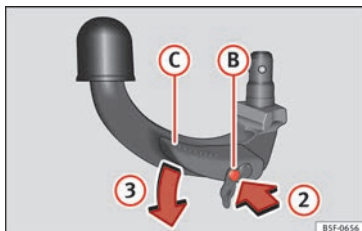

Fig. 234 Étape 2 :
- Appuyez sur la broche de déverrouillage (B) dans le sens de la flèche (2) et appuyez simultanément sur le levier (C) dans le sens de la flèche (3) jusqu'à la butée » fig. 234.